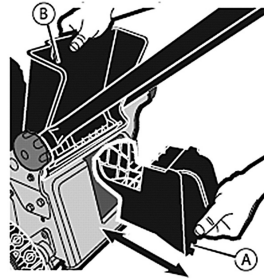

Рис. 3 Установка заглушки для мульчирования
2. Установить заглушку для мульчирования (Рис. 3). Для этого поднимите за-